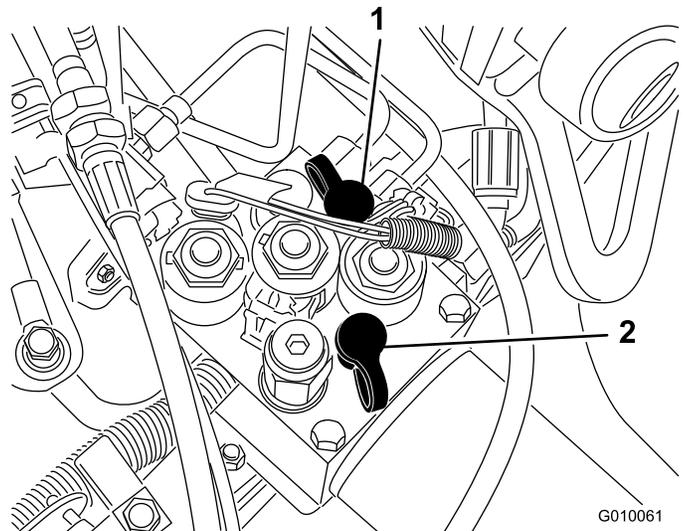

Figura 64
- Il foro diagnostico G 2 (Figura 64) agevola la diagnostica del circuito di ricarica della trazione.
- Il foro diagnostico G 1 (Figura 64) agevola la diagnostica della pressione del circuito di sollevamento.